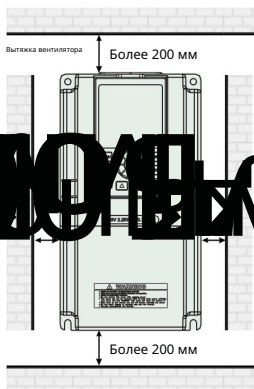

Рисунок 3-1 Монтажное пространство и расстояние
- Ø Требования к монтажному пространству и расстоянию см. на Рис. 3-1.